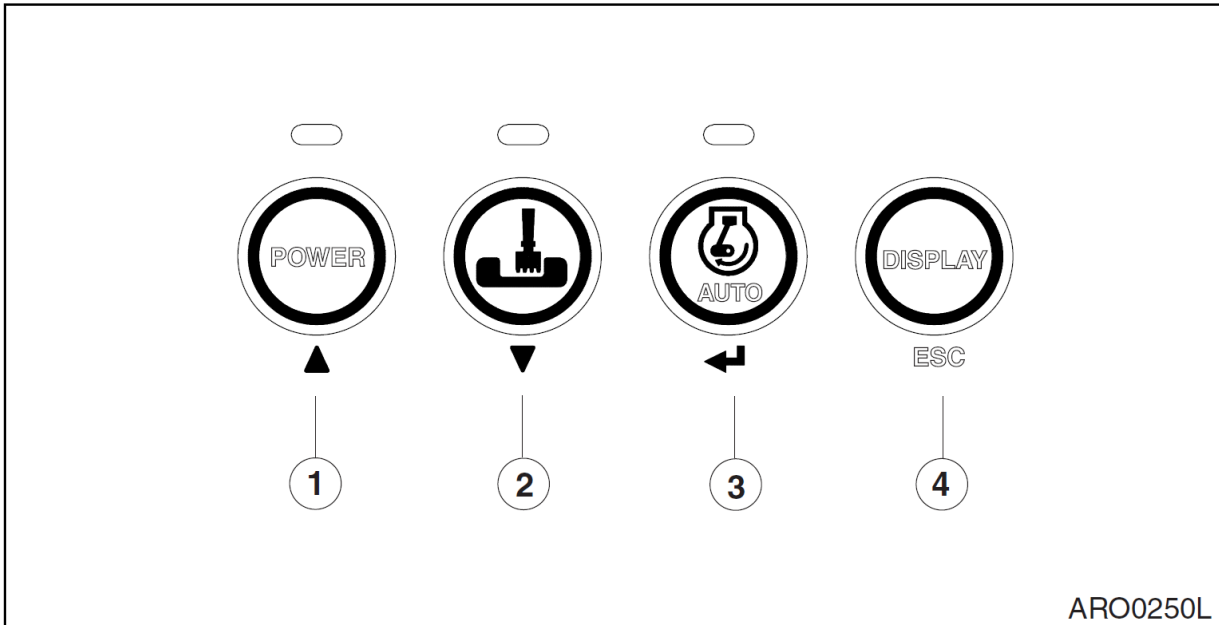

Рис. 51
- Кнопка со стрелкой вверх (▲, 1 на рис. 51): используется для перемещения пункта меню вверх или влево.
- Кнопка со стрелкой вниз (▼, 2 на рис. 51): используется для перемещения пункта меню вниз или вправо.
- Кнопка "Enter" (Ввод) (◀, 3 на рис. 51): используется для установки меню или стирания времени использования фильтра/масла.
- Меню/Кнопка выхода (ESC, 4 на рис. 51): Используется для входа в главное меню или для возврата к предыдущему экрану из каждого подменю.